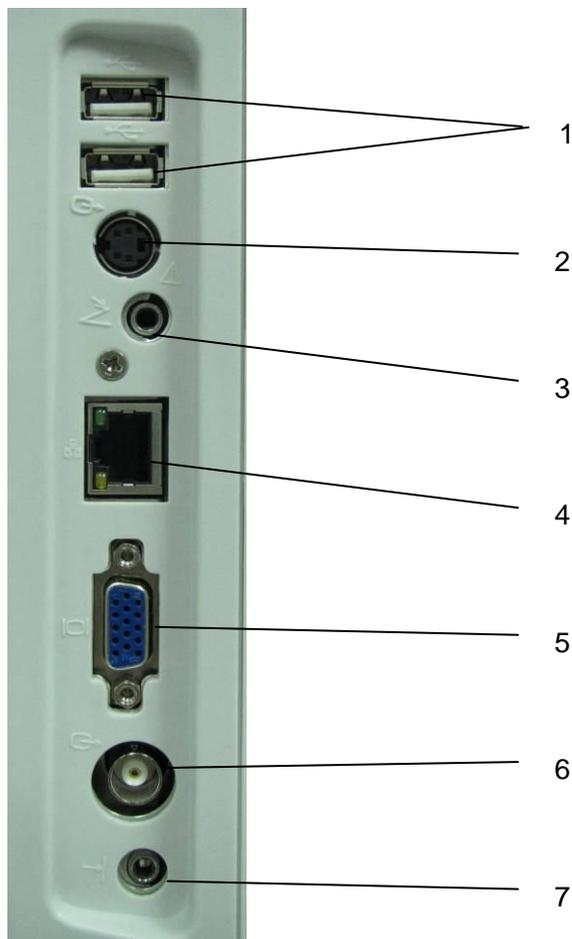

Figure 4-7 Ports I/O sur le Panneau Gauche
4. Les pièces et les accessoires doivent être connectés aux ports d'entrée/sortie indiqués sur la *Figure 4-7*. Par exemple, seul le dispositif USB fourni ou recommandé peut être connecté aux ports USB; NE connectez PAS de ligne téléphonique au port réseau; NE connectez PAS d'écouteur au port de connexion de la pédale ou au port distant.
Référence *Figure 4-7 Ports I/O sur le Panneau Gauche*